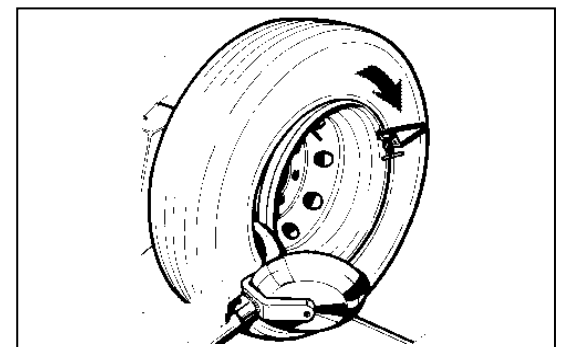

Fig.27
Turn the chuck clockwise until the tire is completely mounted (Fig.27).
*Tourner l'arbre dans le sens des aiguilles d'une montre jusqu'à ce que le pneu ne soit complètement monté (Fig.27).*
Das Spannfutter im Uhrzeigersinn soweit drehen, bis der Reifen vollständig montiert ist (Abb.27).